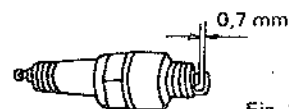

Fig. 11
(1) Nettoyage de la bougie (fig. 11)